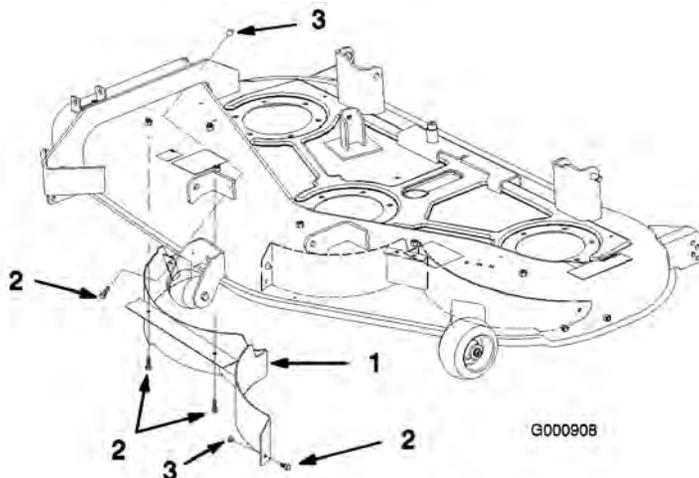

Figura 20
3. Retire las contratuercas de la parte superior y del centro del deflector derecho (Figura 20).
4. Baje el deflector y deslícelo por el hueco de descarga para retirarlo (Figura 20).
taladros que quedan abiertos en el cortacésped (Figura 20).
3. Retire de los taladros de la plataforma los pernos y las tuercas necesarios para fijar el deflector a la plataforma (Figura 20).
4. Instale el deflector deslizándolo en el hueco de descarga (Figura 20).
5. Fije el deflector con los pernos y las tuercas (Figura 20) que retiró en el paso 3.